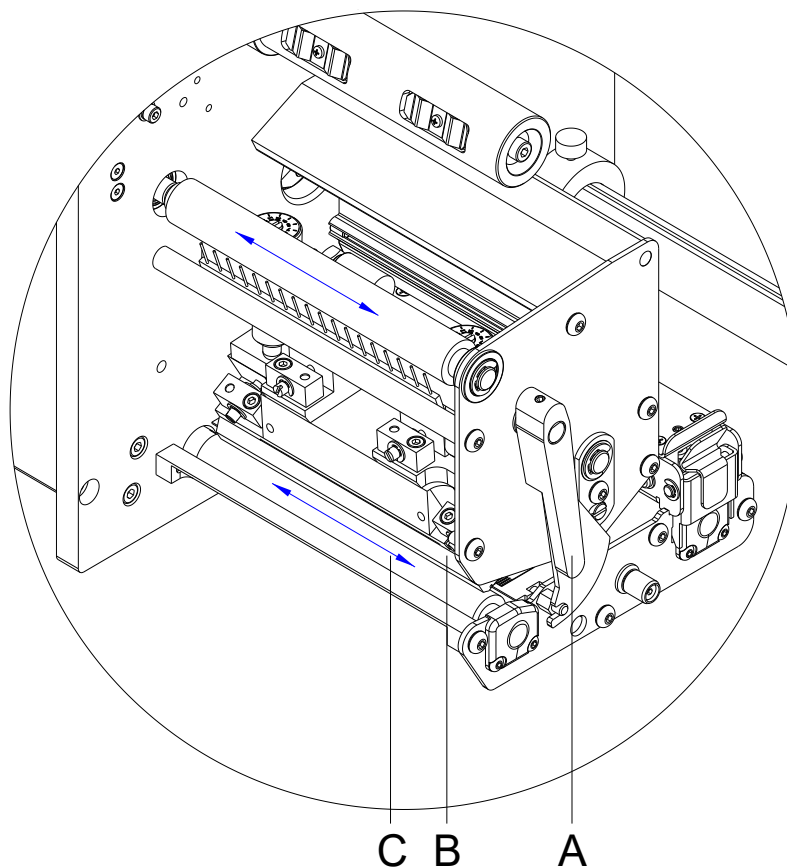

Figure 5
2. Tourner le levier (A, Figure 5) en sens inverse des aiguilles d'une montre pour déverrouiller la tête d'impression.